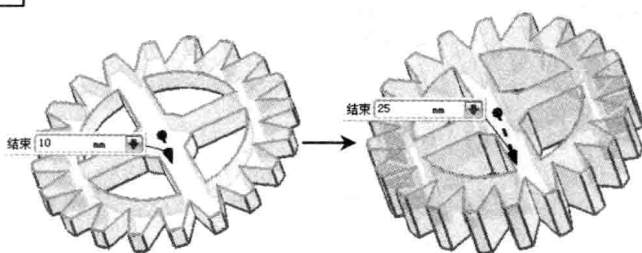

图 1-2 通过修改尺寸调整模型的形状
- **参数化设计:** 在 UG 中,所建模型的形状是由特征尺寸驱动的,用户可以随时通过修改尺寸值来快速地修改模型,如图 1-2 所示。